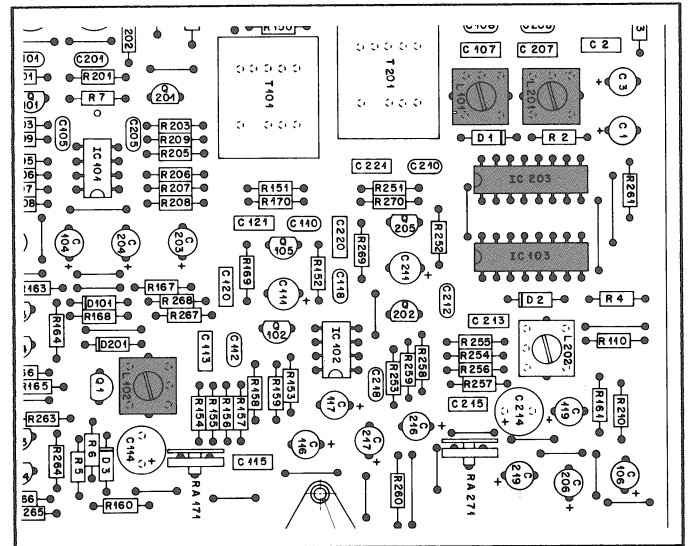

Fig. 13
- Mit L101 (CH1) bzw. L201 (CH2) auf minimale HF am Oszilloskop einstellen (Fig. 13).